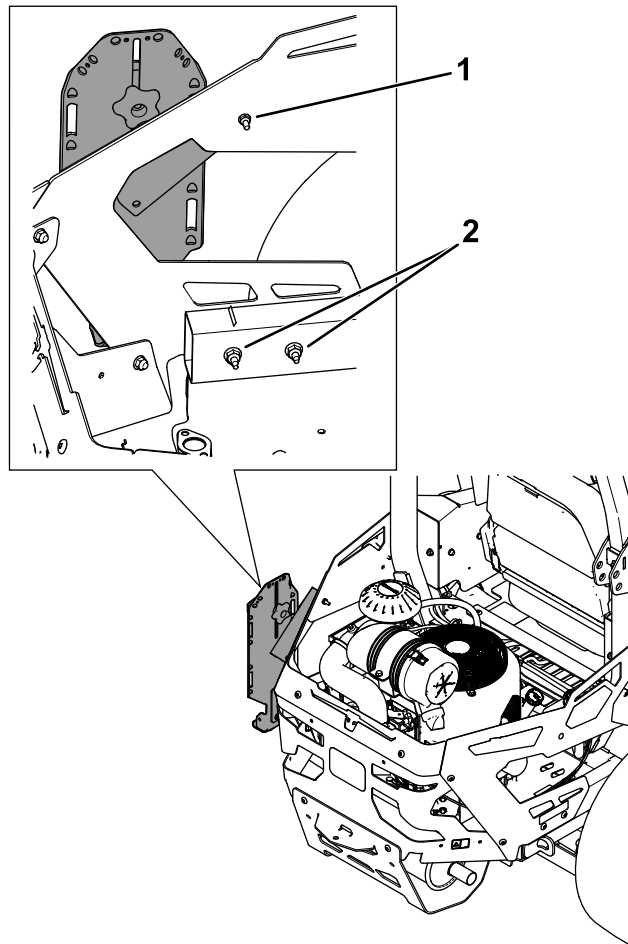
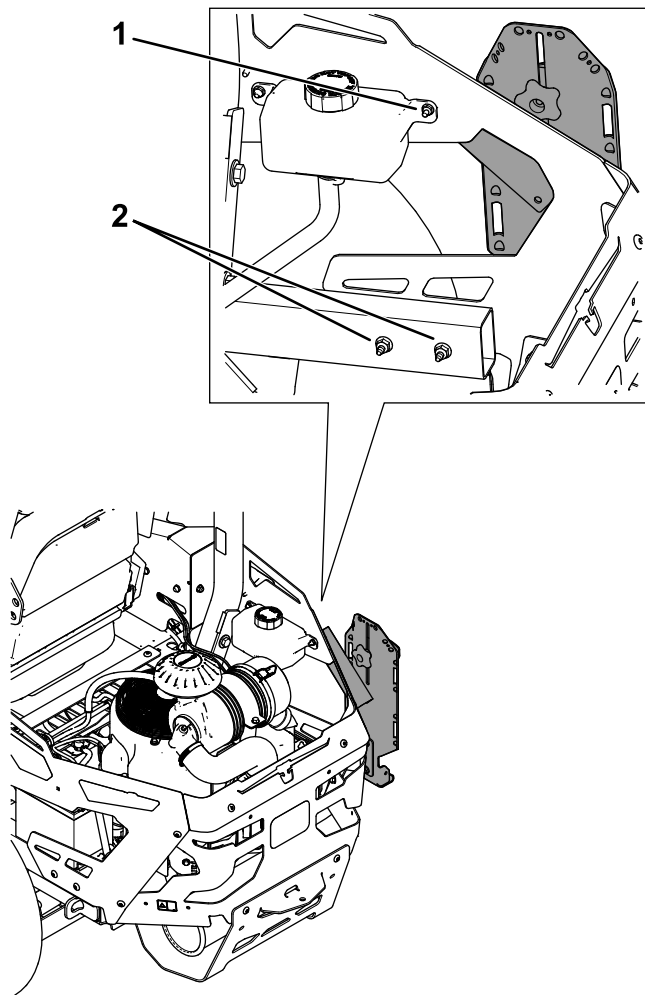

Figura 3
Figura 4
1. Prenda o conjunto de montagem à proteção traseira lateral utilizando um parafuso de carroçaria ($\frac{1}{4}$ x 1 pol.) e uma porca ($\frac{1}{4}$ pol.) como se mostra na Figura 3 ou Figura 4.
2. Prenda a parte inferior do suporte principal à proteção traseira lateral inferior utilizando dois parafusos ($\frac{5}{16}$ x 3 pol.) e duas porcas ($\frac{5}{16}$ pol.) como se mostra na Figura 3 ou Figura 4.